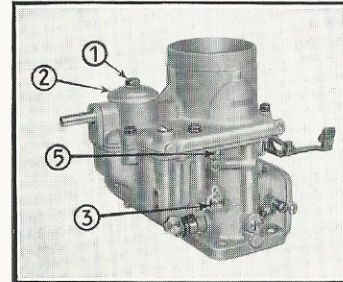
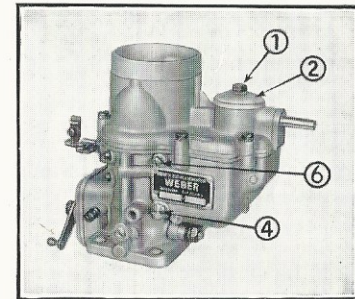

Fig. 20.
Fig. 21.
- Møtriken 1 (fig. 20 og 21) skrues af og dækslet 2 løftes og filtret fjernes (posen med håndværktøj er anbragt under højre forsæde).
- Hovedstrålerør 3 (fig. 20) og 4 (fig. 21),
- tomgangsstrålerør 5 (fig. 20) og 6 (fig. 21).